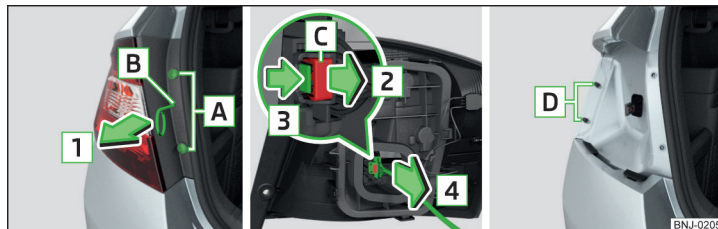
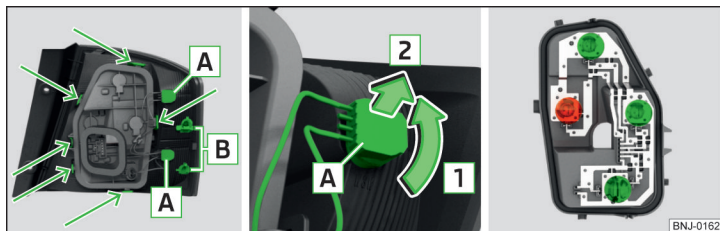

Fig. 218 Smontaggio delle luci / estrazione della spina
Fig. 219 Parte esterna delle luci / estrazione lampadina / portalampada
- Tenere ferme le luci con il palmo della mano ed estrarle con cautela in direzione della freccia **1** » fig. 218 dai bulloni **D**.
- Fissare il bloccaggio nella direzione opposta a quella indicata dalla freccia **2** » fig. 218.
- Innestare le luci con le aperture **B** » fig. 219 a pag. 177 nei bulloni **D** » fig. 218 della carrozzeria.
» fig. 219.
- Sbloccare il portalampada dalle aree contrassegnate dalle frecce » fig. 219 e quindi estrarre il portalampada dalle luci.